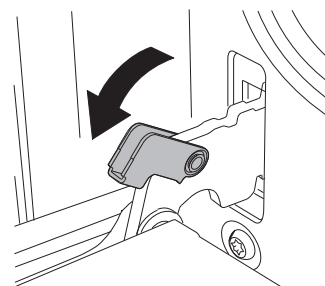

Figura 1
1. Per rimuovere la porta, aprirla completamente. Quindi tirare indietro la chiusura sulla cerniera della porta. (Figura 1)